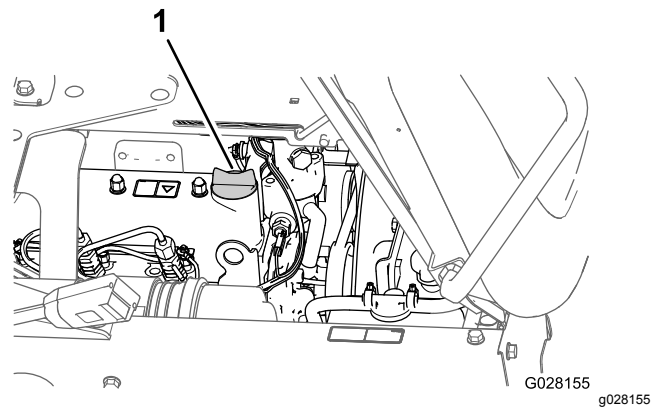

Figure 71
3. Si le niveau est trop bas, enlevez le bouchon de remplissage du couvre-culasse et versez la quantité d'huile nécessaire dans le goulot de remplissage pour faire monter le niveau jusqu'au repère maximum sur la jauge (Figure 71).